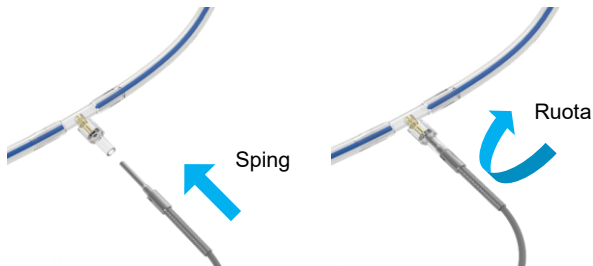

Figura 15 Collegamento del sensore di temperatura al set di perfusione
- Collegare il sensore T2 alla linea di perfusione (Figura 15; si trova all'uscita della vaschetta del rene).